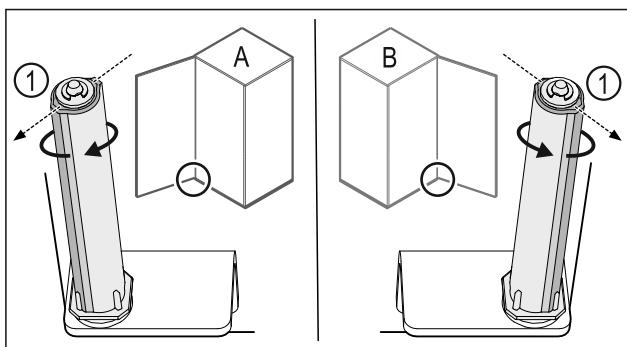

Fig. 32 Tope izquierdo (A) / tope derecho (B)
- Girar el sistema de cierre contra la resistencia hasta que el alma del sistema de cierre Fig. 32 (1) apunte hacia afuera.